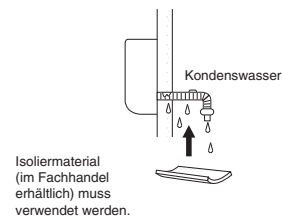

Abb. 3-106
- Wenn der Ablaufschlauch im Raum verläuft, ist er mit Isoliermaterial* zu versehen, damit Möbel und Böden nicht durch Kondenswasser beschädigt werden können. (Abb. 3-106)